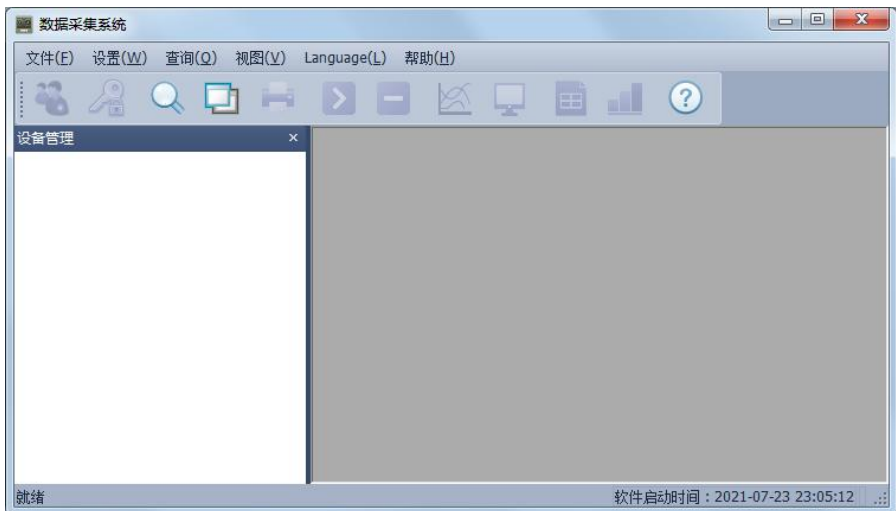

图 7-2 DataLogger 主窗口
7.1.2 双击运行后会弹出系统主界面，如下图 7-2 所示。
在“设备管理”区域内点击鼠标右键，选中“添加设备”弹出如图7-2新建设备对话框，设备名称可自命名，设备地址为记录仪的地址（可在记录仪“系统设置”界面中查询，默认上位机只与一台记录仪通讯地址设为1），根据需要选择相应的通道数目和起始通道（默认起始通道为1）。当通道数目大于64或者需要将通道分成不同的类，可以各类通道挂在不同的设备上。如前8个通道测量温度，后8个通道测量湿度并且想把他们以不同的窗口显示出来，可以按一下操作进行：1) 建立一个新的8通道的设备，设备类型（选择通讯协议，其中\*\*w表示无线协议）→设备名称→设备地址为1（仪器默认地址为1）→通道数量8通道→起始通道1；2) 再建立一个24通道的设备，设备名称→设备地址为1→通道数量24通道→起始通道9。以上是对于同一台仪器不同通道的操作。